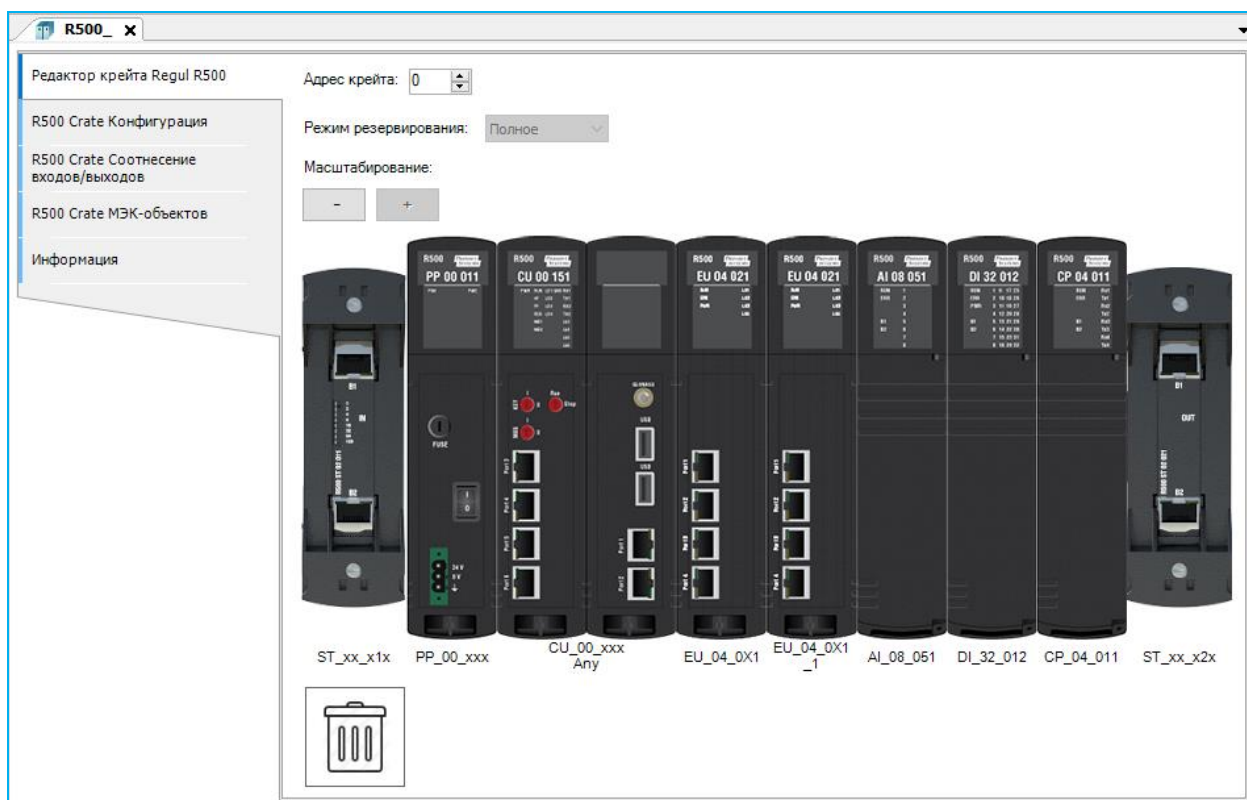

Рисунок 70 – Редактор крейта контроллера Regul R500 с блоком расширения EU
- для модулей ЦП III-го типа можно установить блоки расширения EU, чтобы организовать четыре дополнительных независимых каналов связи по интерфейсу Ethernet. Блоки расширения устанавливаются справа от модуля ЦП и не более двух штук на один ЦП (Рисунок 70).